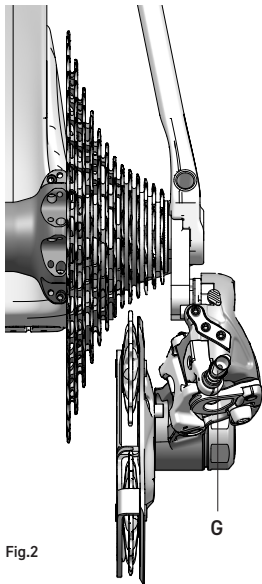

Fig.2
- se la rotellina superiore è sulla destra del pignone e/o il cambio fatica a salire sul pignone più grande, girate in senso antiorario (svitare) il registro (G - Fig.2) per spostare il cambio verso l'interno